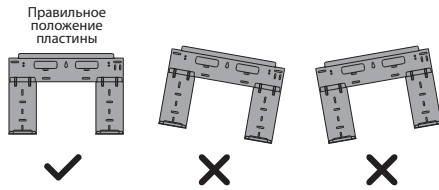

Рис. 3
- Установите монтажную пластину на стену, сохраняя горизонтальное положение и обеспечив необходимое свободное пространство вокруг (рис. 3)